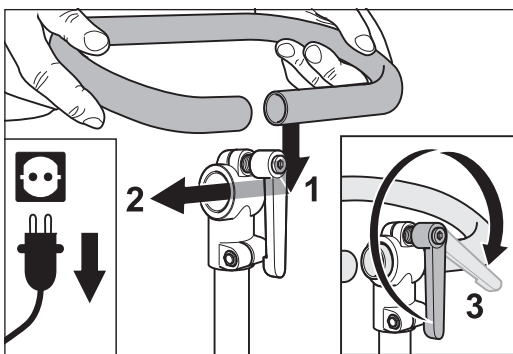

Abb. 12 Den Haltebügel in das Klemmstück **am Führungsrohr** schieben (1 + 2) und den Klemmhebel festziehen (3).
- 2 Schieben Sie das lange gerade Ende des Haltebügels in das Klemmstück **am Führungsrohr** (Abb. 12, 1 + 2) und ziehen Sie den Klemmhebel fest (Abb. 12, 3).